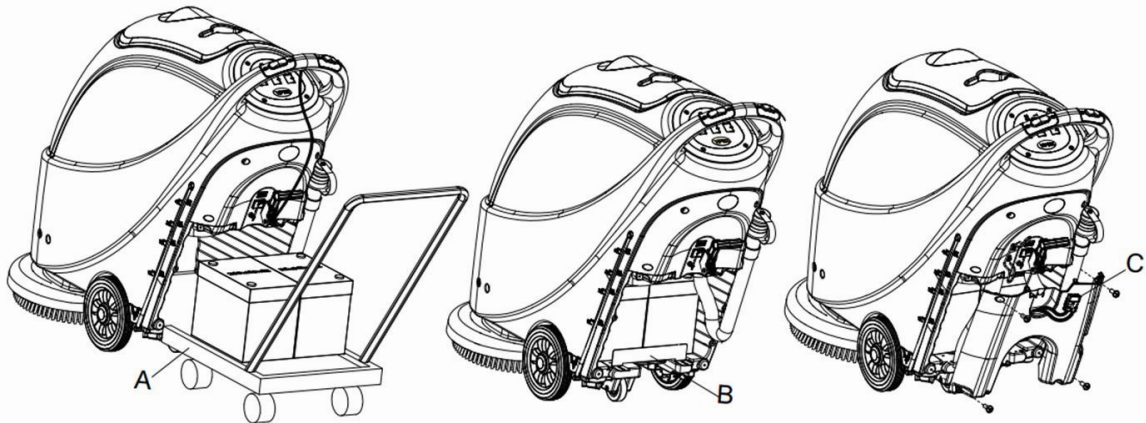

Figura 7
14. Instale la batería con las herramientas especiales de montaje de baterías (A, Figura 7). Una vez que la batería esté instalada, retire la herramienta de montaje e instale el soporte de fijación de la batería (B, Figura 7).
15. Inserte el conector de la batería (C, Figura 7) a través del agujero en la parte superior de la tapa de la caja de baterías, introduzca la manguera de vaciado a través del agujero que está a la derecha de la tapa de la caja de baterías, fije la caja de las baterías por medio de 4 tornillos, luego instale el cordón de arrastre de la escobilla de goma, la manguera de vaciado y la escobilla de goma, sucesivamente.